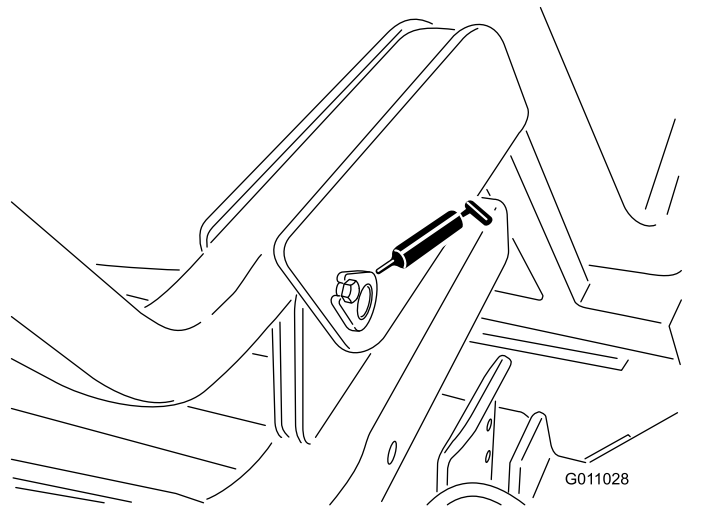

Figura 36
- Pivote de la tolva (inferior) (2) (Figura 36)